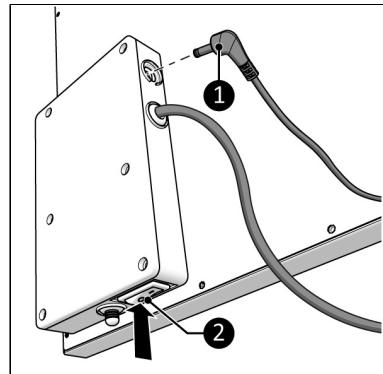

Figure 41.
1. Stellen Sie sicher, dass sich der EIN/AUS-Schalter in der AUS-Position befindet (Figure 41, Pos. 2).
2. Verbinden Sie den Stecker des externen Temperatursensors (Figure 41, Pos. 1) mit dem Sensorstecker.